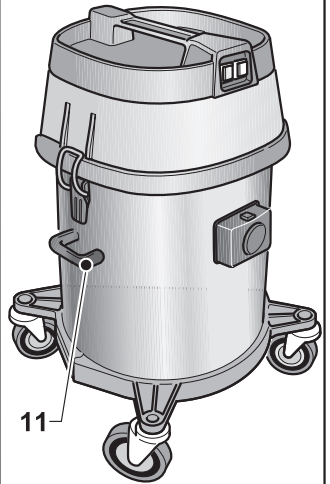
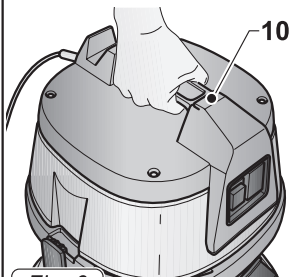

Fig. 7
Fig. 6
- Per il suo sollevamento inserire le dita della mano nell'apposita maniglia (10 Fig. 6) ricavata sulla parte superiore del coperchio per la versione motore singolo oppure in due persone tramite le maniglie (11 Fig. 7).